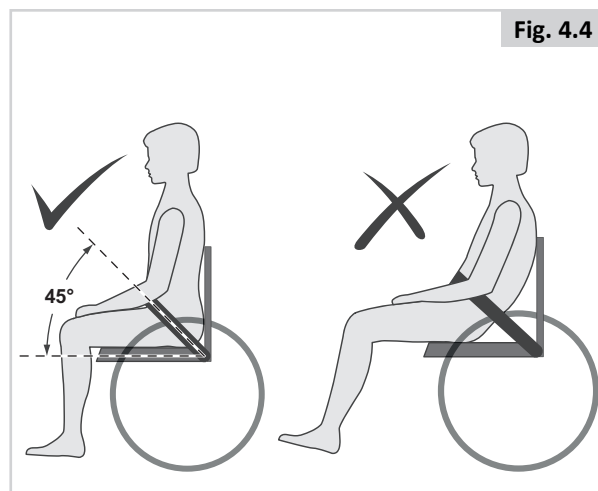

Fig. 4.4
- Normalmente la cintura pelvica deve essere fissata in modo che la cinghia si trovi ad un angolo di circa 45° (Fig. 4.4), e, quando regolata correttamente, non permetta all'utente di scivolare in avanti.